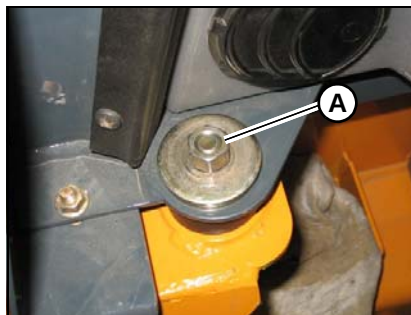

Figura 87 – Bulloneria di ancoraggio della ROPS/FOPS
2. Rimuovere la bulloneria (A, Figura 87) sulla parte anteriore della ROPS/FOPS.
3. Fissare la ROPS/FOPS in posizione abbassata con la bulloneria di ancoraggio (A, Figura 87). Serrare ad una coppia di 43 N·m (32 lb-ft).